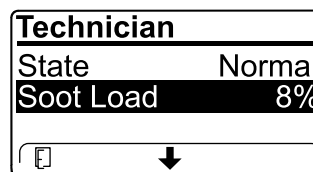

Figure 44
- Affichez la charge de suie mesurée dans le FAP sous forme d'un pourcentage (Figure 44) ; voir le tableau de charge de suie.